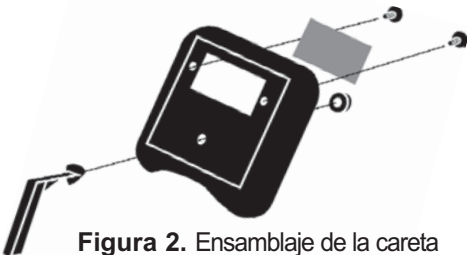

Figura 2. Ensamblaje de la careta
5. Desde el lado de dentro de la careta, enroscar la tuerca del mango firmemente en la punta. Para el ensamblaje de la careta, Ver la Figura 2